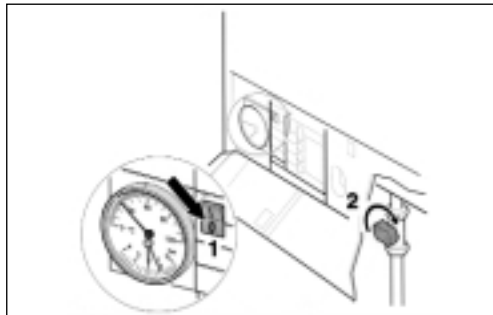

Fig. 3 Gashane
- Luk gashanen (fig. 3, pos. 2).